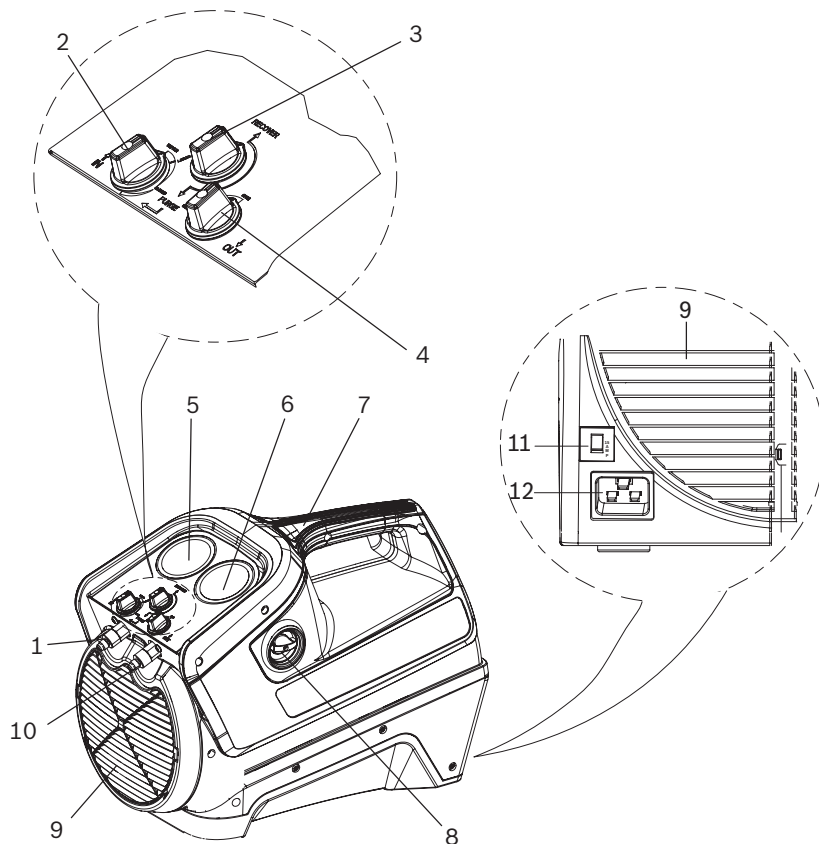

Fig. 1: Vue d'ensemble de la RG8.0 / RG4.0
- Orifice d'admission (Fig. 1, Pos. 1) - permet de brancher la RG8.0 / RG4.0 sur un Système de climatisation ou de réfrigération par le biais d'un filtre.
- Orifice de sortie (Fig. 1, Pos. 10) - permet de brancher la RG8.0 / RG4.0 sur le réservoir de réfrigérant.
- Vanne d'admission (Fig. 1, Pos. 2) - permet de :
- Vanne de sortie (Fig. 1, Pos. 4) - permet de réguler le débit de sortie de réfrigérant de la RG8.0 / RG4.0 vers le réservoir de réfrigérant
- Vanne de récupération/purge (Fig. 1, Pos. 3) - Permet de :
- Manomètre d'admission (Fig. 1, Pos. 5) - Mesure la pression d'admission de la RG8.0 / RG4.0.
- Manomètre de sortie (Fig. 1, Pos. 6) - Mesure la pression de sortie de la RG8.0 / RG4.0.
Le commutateur principal (Fig. 1, Pos. 8) permet de mettre en marche et d'éteindre la RG8.0 / RG4.0.